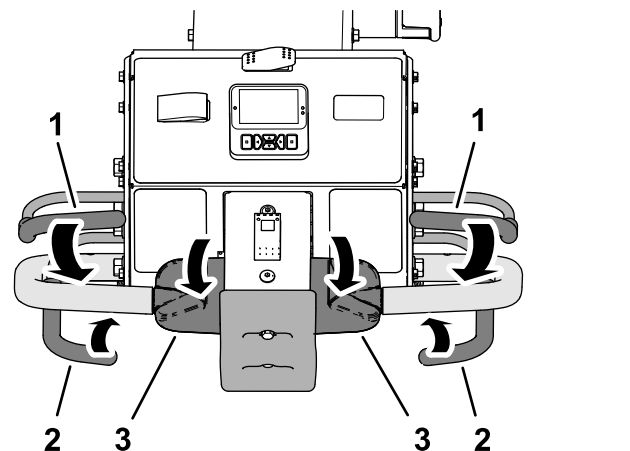

Figure 37
2. Serrez l'une des barres de présence de l'utilisateur contre la poignée du timon, tournez le haut de la commande de déplacement vers l'avant et serrez la barre de commande d'aération (Figure 37).